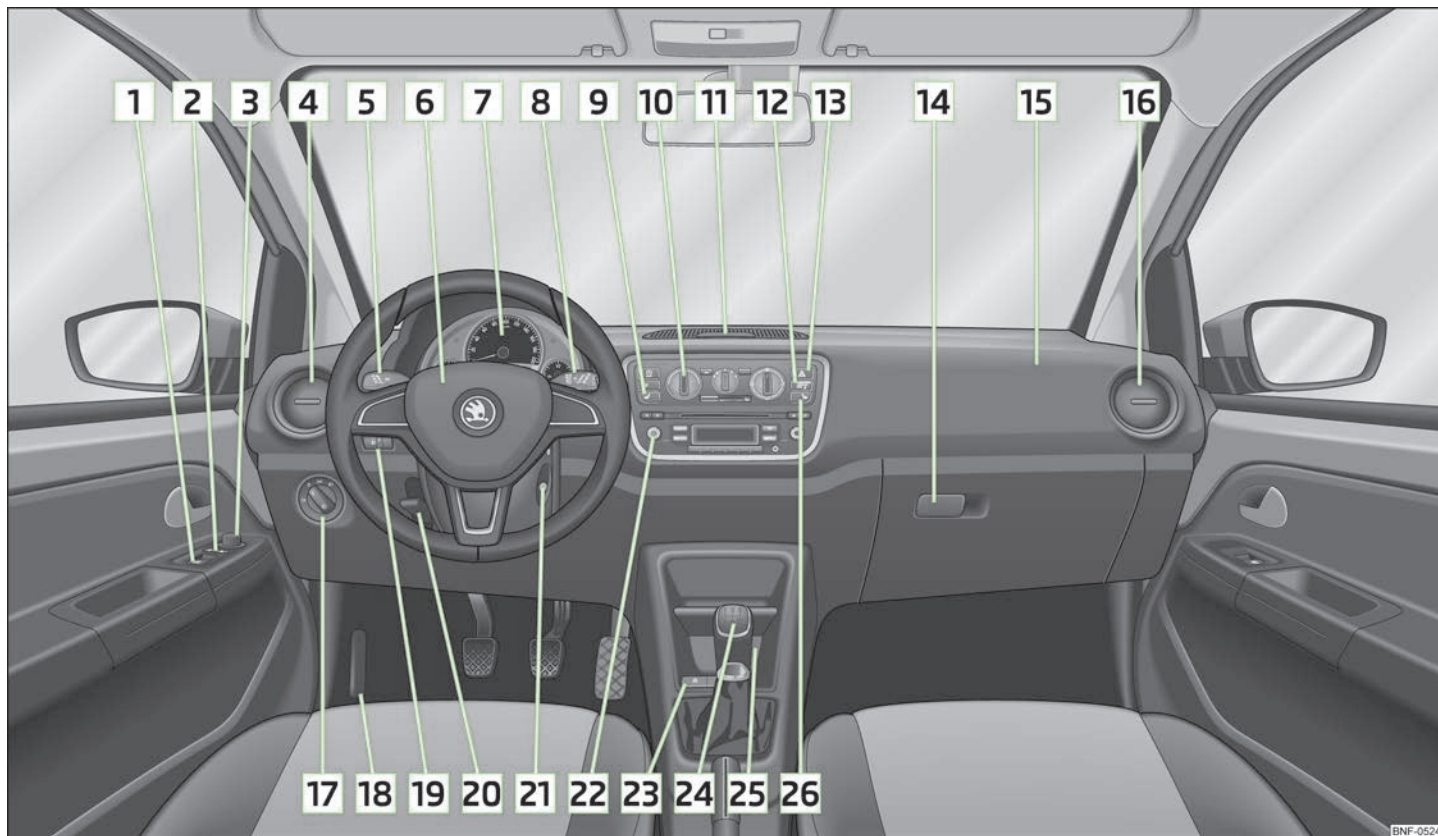

Bild 1 Instrumentering
- På bilar med högerstyrning avviker placeringen av manöverorganen delvis från den placering som visas i » Bild 1. Symbolerna överensstämmer dock för de enskilda manöverorganen.